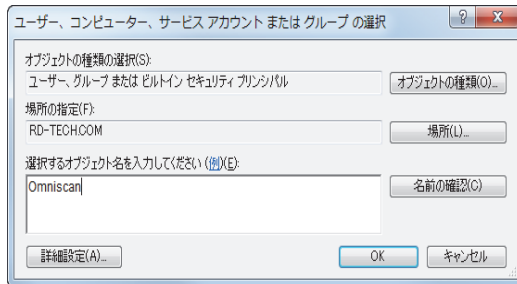

図 7-32 ユーザー、コンピューター、サービスアカウントまたはグループの選択ダイアログボックス (Windows 7)
11. **ユーザー、コンピューター、サービスアカウントまたはグループの選択** ダイアログボックスで、**場所** ボタンをクリックします (242 ページの図 7-32 参照)。
13. **ユーザー、コンピューター、サービスアカウント、またはグループの選択** ダイアログボックスの**オブジェクトの種類**を選択ボックスで、Omniscan と入力してから (242 ページの図 7-32 参照)、OK をクリックします。